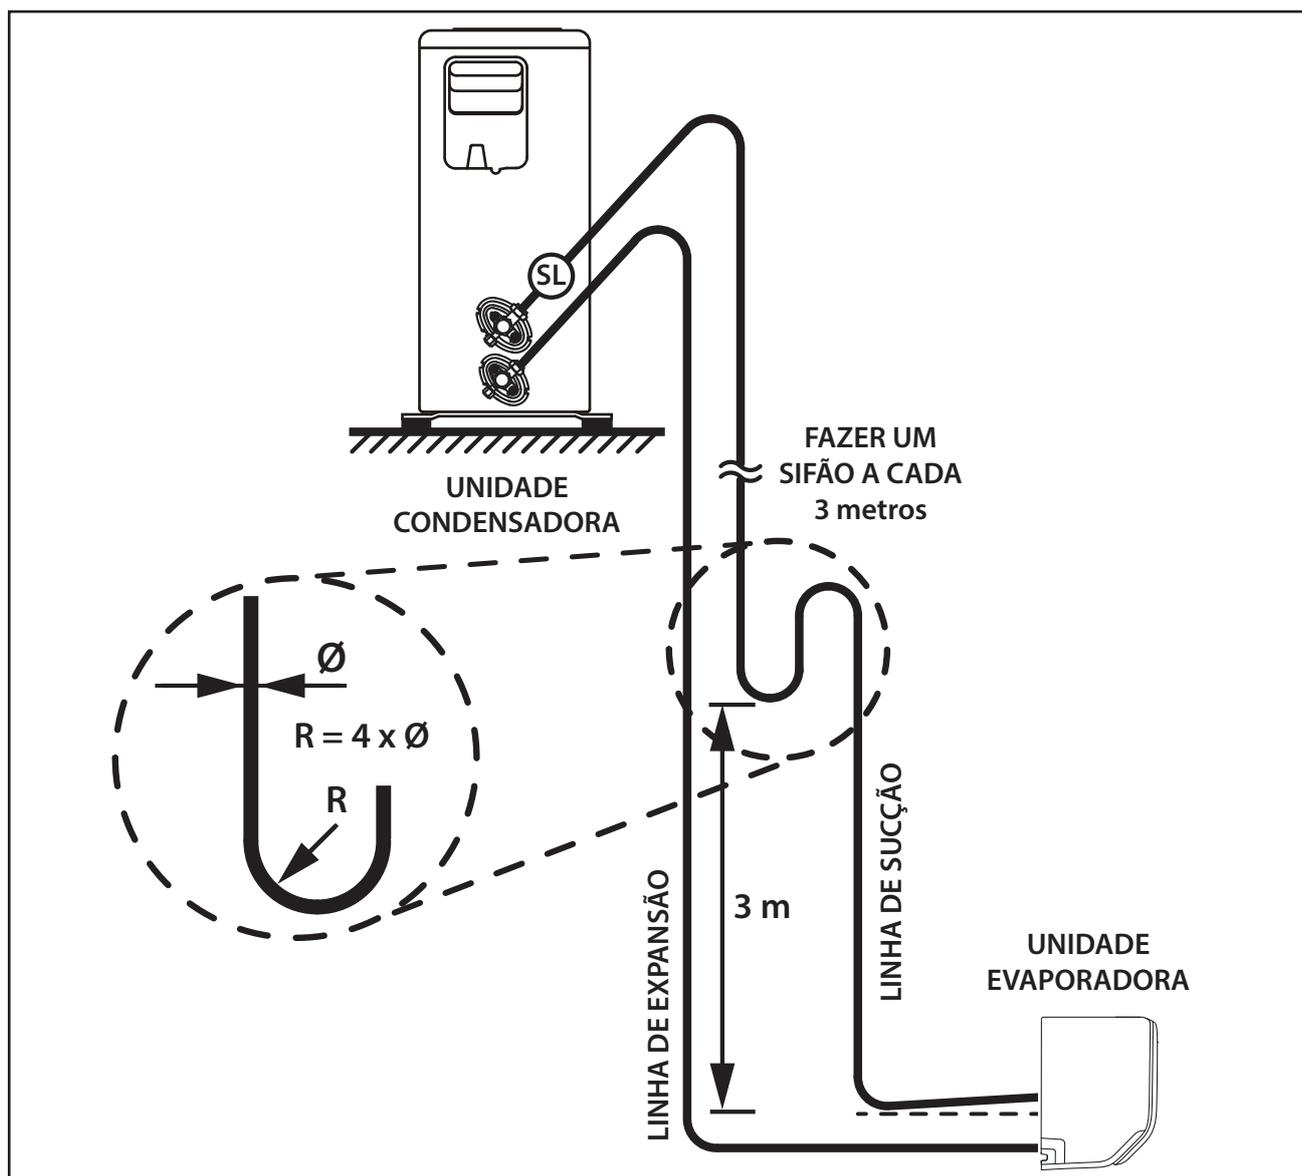

FIG. 15 - LINHAS DE INTERLIGAÇÃO
- 1º Quando a unidade condensadora estiver em um nível superior ao da unidade evaporadora, fazer sifões nas subidas da linha de sucção a **cada 3,0 metros**; considerando desde a saída da evaporadora (Fig. 15)